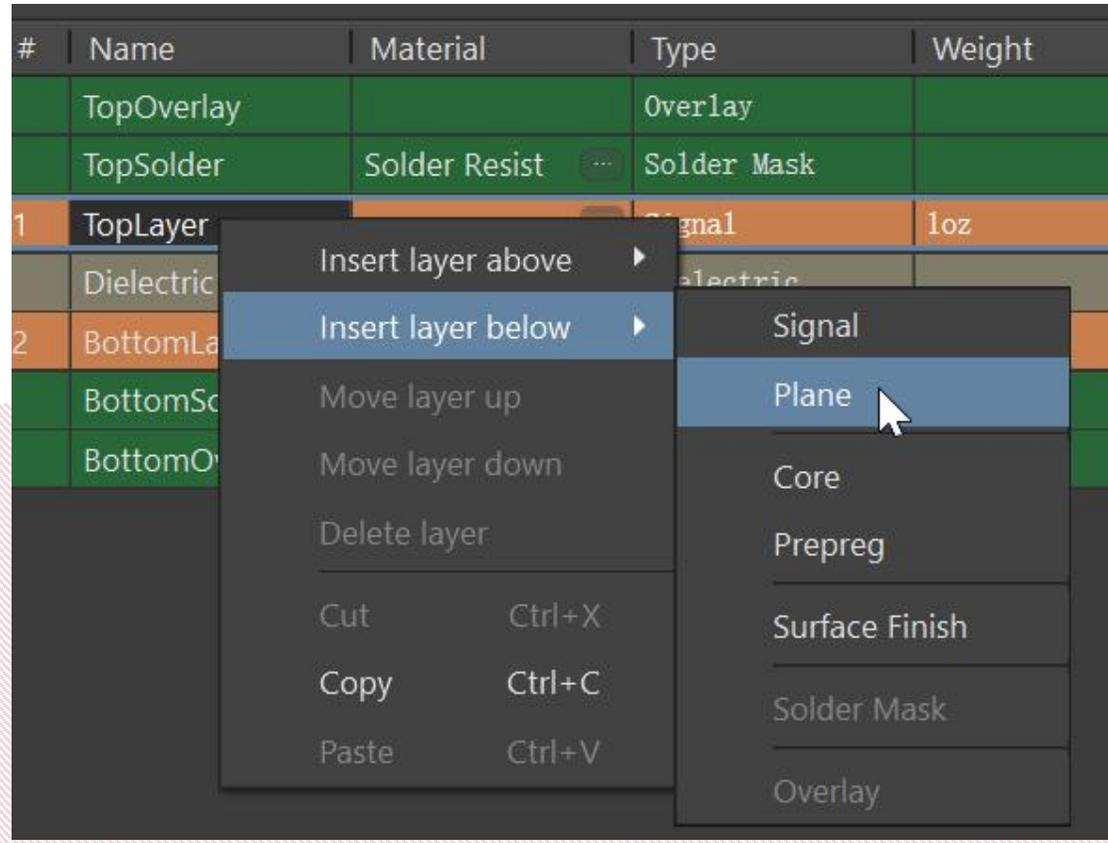

图7-81 选择增加plane
2.在顶层上单击鼠标右键，选择插入plane，如图7-81所示。